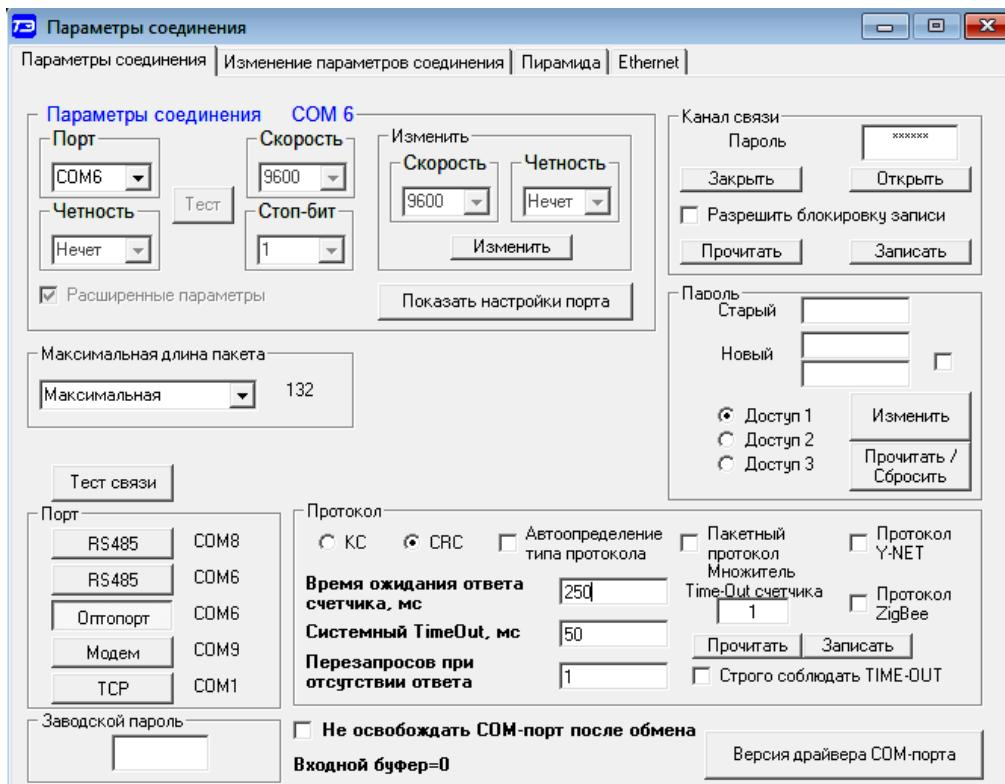

Рисунок 2 – Форма «Параметры соединения»
4.4.2 Нажать кнопку «Тест связи» на поле формы «Параметры соединения» (рисунок 2) и убедиться, что в информационной строке конфигуратора (левый нижний угол генеральной формы) появилось сообщение «Связь с прибором N установлена».
4.5.2 Для изменения настроек интерфейса RS-485 через интерфейс RS-485 счётчика нужно ввести значение скорости в окно «Скорость», значение бита паритета в окно «Четность» группы элементов «Параметры соединения»\«Изменить» формы «Параметры соединения» (рисунок 2) и нажать кнопку «Изменить». В случае успешной операции изменения скорости обмена, ее значение автоматически записывается в окна настройки скорости компьютера.
4.6.8 Если установлен программируемый флаг «Разрешить блокировку записи» при обращении с неверным паролем (рисунок 2) и в течение текущих суток было зафиксировано три попытки несанкционированного доступа, то возможность открытия канала связи со вторым уровнем доступа блокируется до конца календарных суток.
4.6.9 Если после открытия канала связи по любому интерфейсу связи к счётчику не было обращения более 60 секунд, то канал связи закрывается автоматически. Закрыть канал связи можно по команде «Закрыть канал связи» (рисунок 2).